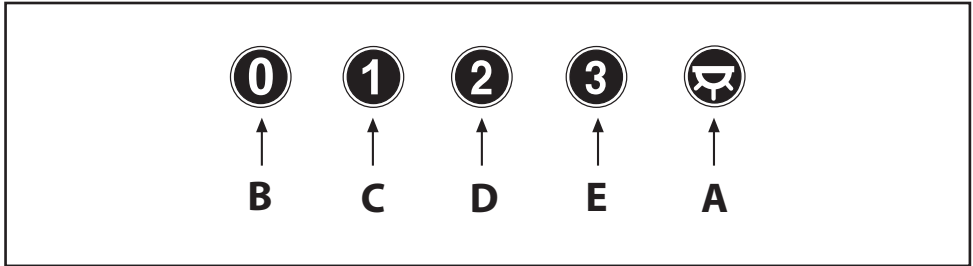

Fig.12
• **Upravljanje z gumbi** (Fig.12) ključni simboli so razloženi spodaj: